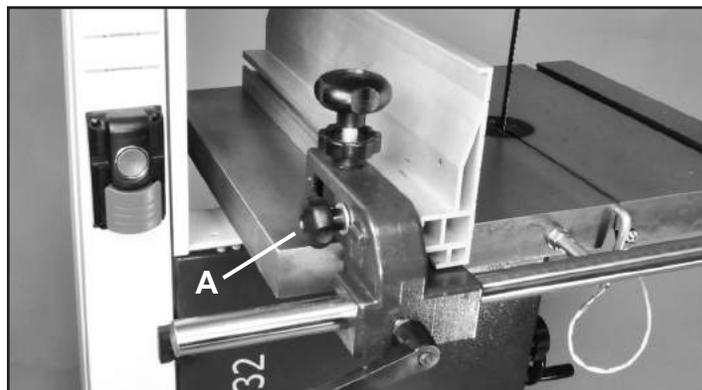

FIGURE 6
2. Glissez l'ensemble du porte-guide à refendre (#9F) sur le rail de guidage. Fig. 6.
3. Glissez le guide à refendre(#18F) sur le porte-guide et verrouillez-le en place en resserrant le bouton de blocage du guide (#7F) qui est situé sur le porteur du côté opposé au guide. Fig. 6, A.